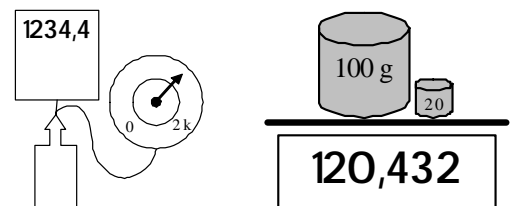

Fig. 6. Calibración de un manómetro analógico y de una balanza de masa por comparación directa.
- a) Calibración de un manómetro ordinario secundario contra un manómetro patrón digital (Fig. 6),
- b) Calibración de una balanza digital con un marco de pesas patrón (Fig. 6).